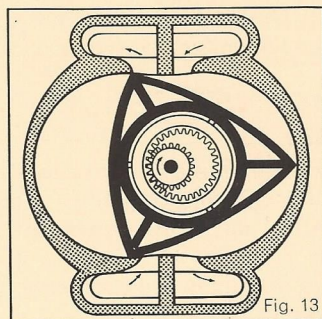

Fig. 13
Le constructeur suisse Bernard Maillard réalise un compresseur d'air à partir d'un brevet anglais pour une machine à piston giratoire avec rapport 2/3 et chambres à surface en hypocycloïde interne. L'étanchéité insuffisante ne permettait pas de transformer ce compresseur en moteur thermique (figure 13).
*The Swiss manufacturer Bernard Maillard built an air compressor based on a British patent for a rotary-piston machine with a 2/3 ratio and internal hypocycloid-surfaced chambers. Leakage under pressure made it impossible to turn this compressor into a thermal engine. (Fig. 13).*
Der schweizer Maschinenbauer Bernard Maillard stellt nach einem englischen Patent einen Luftkompressor für eine Maschine mit Kreiskolben her. Übersetzungsverhältnis 2 zu 3 und Kammern in innerer hypozykloider Form. Eine ungenügende Dichtung erlaubte es nicht, diesen Kompressor als Motor zu benutzen (Abb. 13).